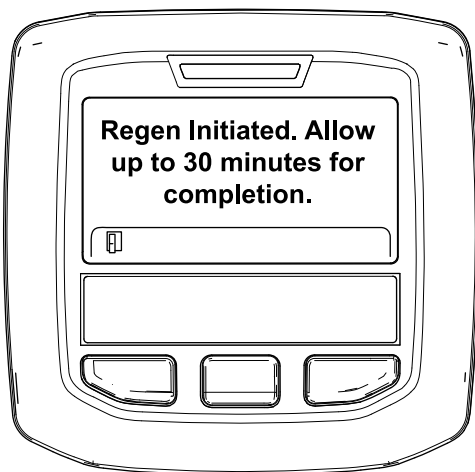

Figure 36
- Si la régénération est autorisée, le message « Regen Initiated. Allow up to 30 minutes for completion » (régén. lancée. Durée max 30 minutes) s'affiche dans l'InfoCenter. Attendez que la machine termine le processus de régénération en stationnement (Figure 36).